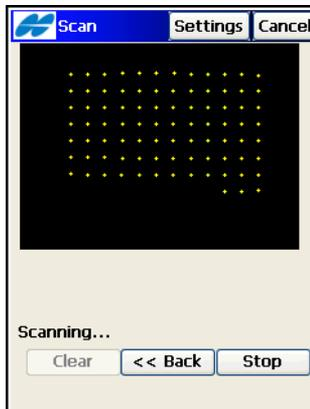

Abbildung 8-70. Scannen ohne Bilder
4. Sie können den Scanfortschritt auf der Anzeige verfolgen. Für jeden gemessenen Punkt im Scanbereich erscheint ein Punkt auf der Anzeige (Abbildung 8-70).